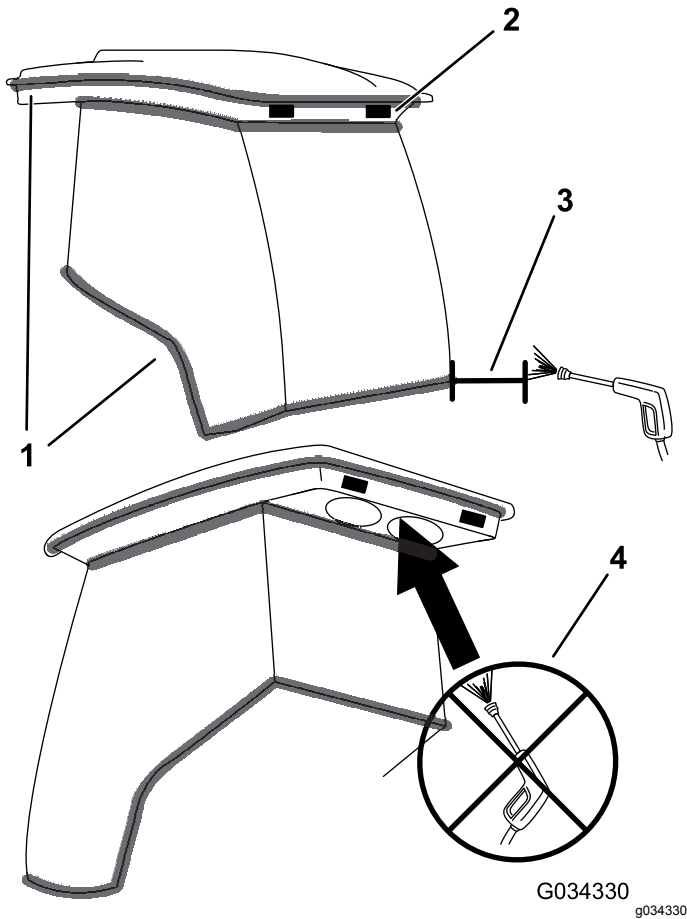

Figure 132
**Important:** Faites attention près des joints de la cabine et des éclairages (Figure 132). Si vous utilisez un nettoyeur haute pression, n'approchez pas le jet à moins de 60 cm de la machine. N'utilisez pas le jet haute pression directement sur les joints et les éclairages de la cabine ni sur l'avancée arrière.